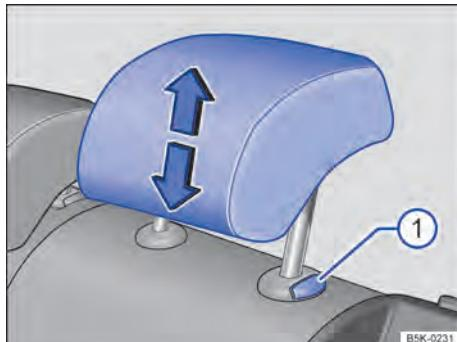

Fig. 44 Ajustar o apoio para cabeça traseiro.
- Empurrar o apoio para cabeça para cima na direção da seta ou para baixo com o botão ⇒ Fig. 44 ① pressionado ⇒ .